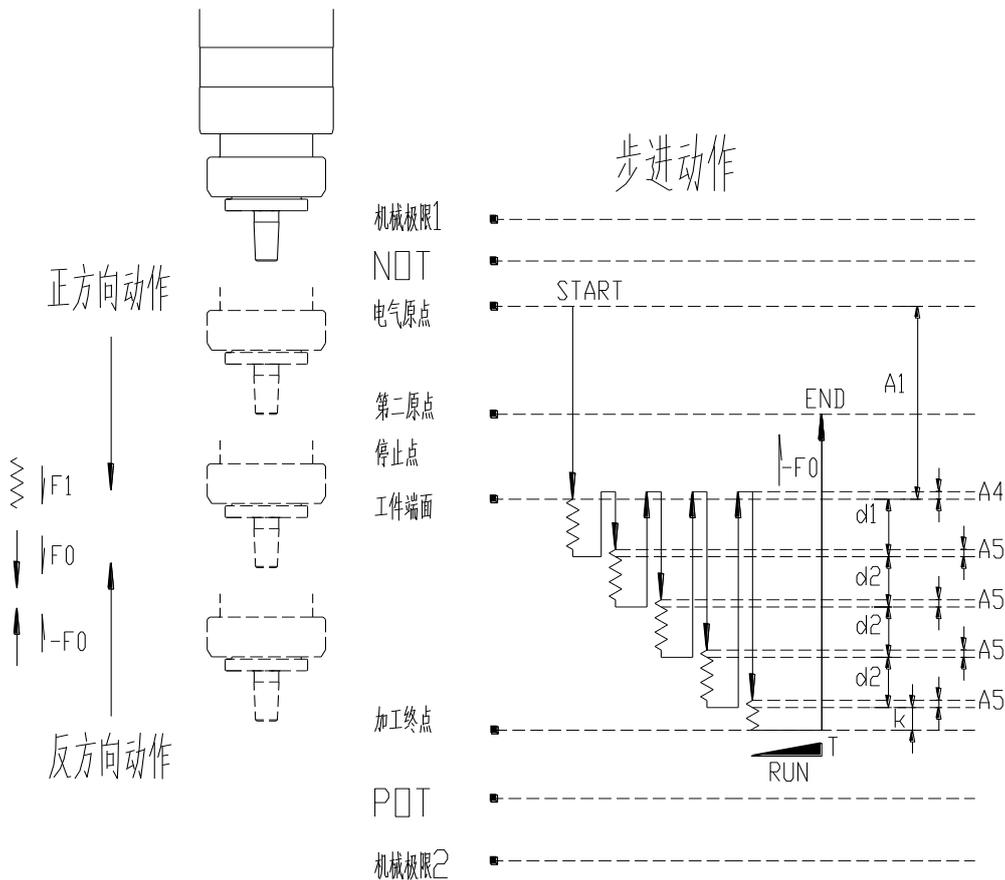

图 10-4 步进模式动作图
(1) CHOOSE1 信号为 ON、CHOOSE2 信号为 ON 时步进模式被选择, POS10K 信号此时为 ON、POS20K 信号此时为 ON。
(2) 周期开始后伺服驱动器输出 RUN 信号, 步进模式时 (图 10-4): 初期马达以 F0 (P7. 01) 为速度正方向前进 A1 (P7. 02) 行程, 接着执行 d1 段 (至工件表面时伺服马达以 F1 (P7. 05) 为切削速度时的转速进给, 切削加工 d1 (P7. 12) 行程, 再以 -F0 为速度反向动作 d1+A4 (P7. 12+ P7. 10) 行程), 再执行 d2 段 (伺服马达以 F0 (P7. 01) 转速正方向动作 d1+A4-A5 (P7. 12+P7. 10-P7. 11) 行程, 接着伺服马达以 F1 (P7. 05) 为切削速度时的转速进给, 切削加工 d2+A5 (P7. 13+ P7. 11) 行程, 此时系统自行判断执行 d2 段 加工的循环 (根据关系 $A2=d1+n*d2+K$, K: 余值; n: 循环次数, 不等于 0 的整数)), 到循环结束后又进行判断 K 值 (若 K 值=0 则直接进入驻停阶段, 若 K 值>0 则进行余值加工后再进入驻停阶段), 执行 余值加工 (伺服马达以 F1 (P7. 05) 为切削速度时的转速进给, 切削加工 K 行程), 驻停 T0 结束后执行 返回第二原点 (以 -F0 为速度反向动作 A2+A3 行程)。至此周期完成, 伺服输出信
(3) 图 10-4 中只有 3 段 d2，且并未表示其运算及判断过程，只起到示意作用。